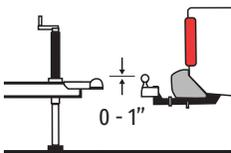

Figure 2
3. Glissez la tête d'attelage sur la barre d'attelage en gardant la partie supérieure de la boule d'attelage entre 0 et 1 po au-dessus du coupleur de la remorque. (Figure 2) Parfois, vous devez peut-être tourner la barre d'attelage vers le haut ou utiliser une barre d'attelage Equal-i-zer avec une plus grande montée/descente pour placer la boule d'attelage à la bonne hauteur. (Figure 3)